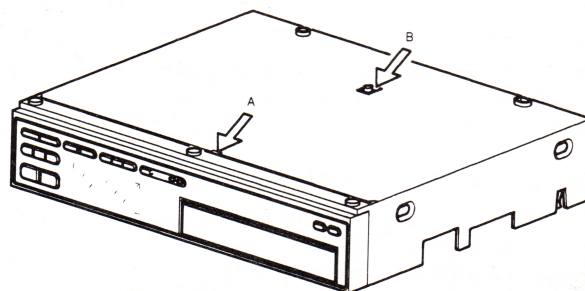

Fig. 2-2
- Ontgrendel de klikconstructies A en B (zie fig. 2-2).